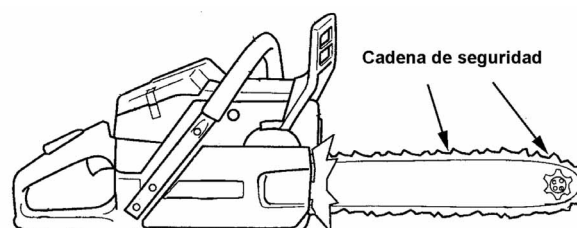

FIG. 015
- Cadena de seguridad. Con limitadores de profundidad en bisel, que disminuyen el riesgo de rebote, al incidir suavemente en la madera. **FIG. 015**